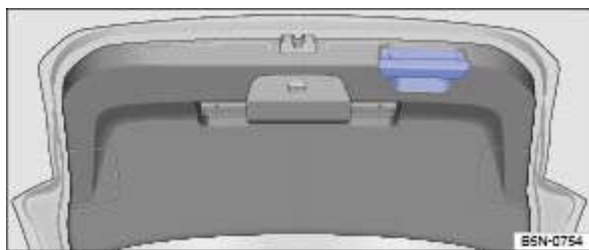

Fig. 39 Capot arrière ouvert : poignée permettant de fermer le capot arrière
- Saisissez la poignée intégrée au revêtement intérieur du capot arrière → Fig. 39.